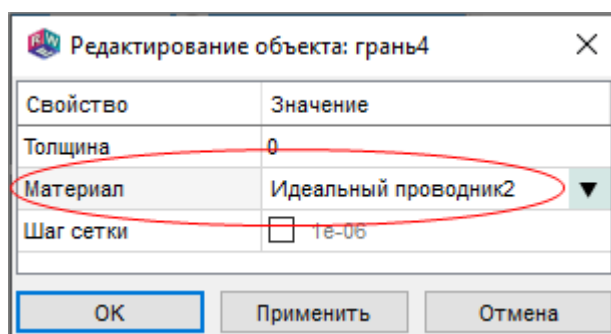

Рис. 54
1) в дереве «Детализация» двойным щелчком выделить объект *Грань*. Появится окно «Редактирование объекта: грань» (рис. 54);